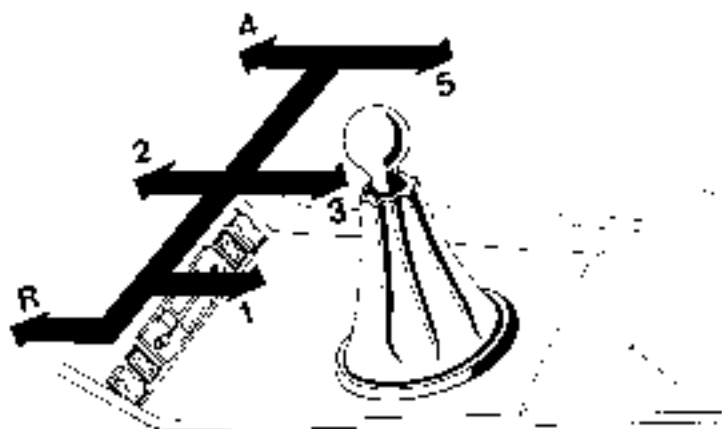

Fig. 9
Comanda 5 marce sincronizzate più la retromarcia. La posizione della marcia è indicata in Fig. 9.
N.B. A richiesta viene fornito il cambio automatico Fig. 9/A.
Il sélectionne 5 vitesses synchronisées plus marche arrière. Les différentes positions sont indiquées à la Fig. 9.
N.B. A la demande le changement de vitesse automatique Fig. 9/A est fourni.
it controls 5 synchronised gears plus reverse. The gear positions are indicated in Fig. 9.
Note: Automatic transmission Fig. 9/A supplied on request.
Er besitzt 5 synchronisierte Gänge sowie den Rückwärtsgang. Die Abb. 9 zeigt wie die Gänge liegen.